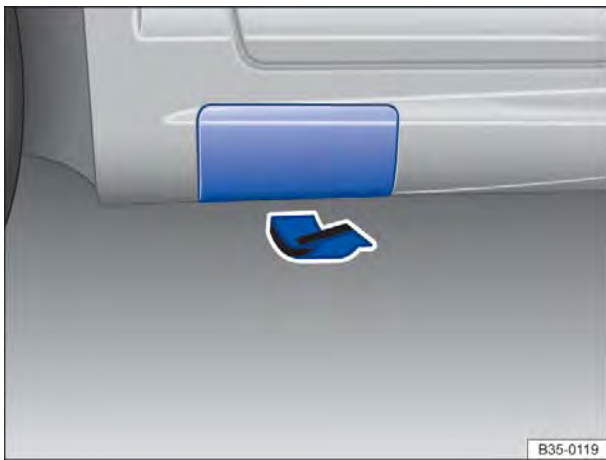

Fig. 236 Atrás no lado esquerdo do veículo: rebater a cobertura.
O macaco pode ser colocado somente nos pontos de recepção do macaco mostrados e somente com a cobertura aberta \Rightarrow Fig. 236. Deve ser considerado o ponto de apoio localizado junto à roda correspondente \Rightarrow .
7. Retirar a cobertura da soleira lateral: para isso, puxar com força, mas com cuidado, na direção da seta. A cobertura é fornecida com uma cinta de fixação \Rightarrow Fig. 236.